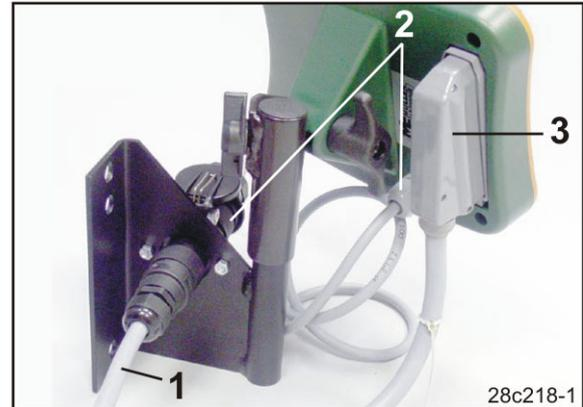

Fig. 19
2. Conectar el cable de alimentación (Fig. 19/1) al soporte y al enchufe de 12 V del tractor.
3. Conectar el soporte y el terminal de mando con el cable de alimentación (Fig. 19/2).
5. Guiar el cable de la máquina en la cabina del tractor y conectar el conector de la máquina al terminal (Fig. 19/3).